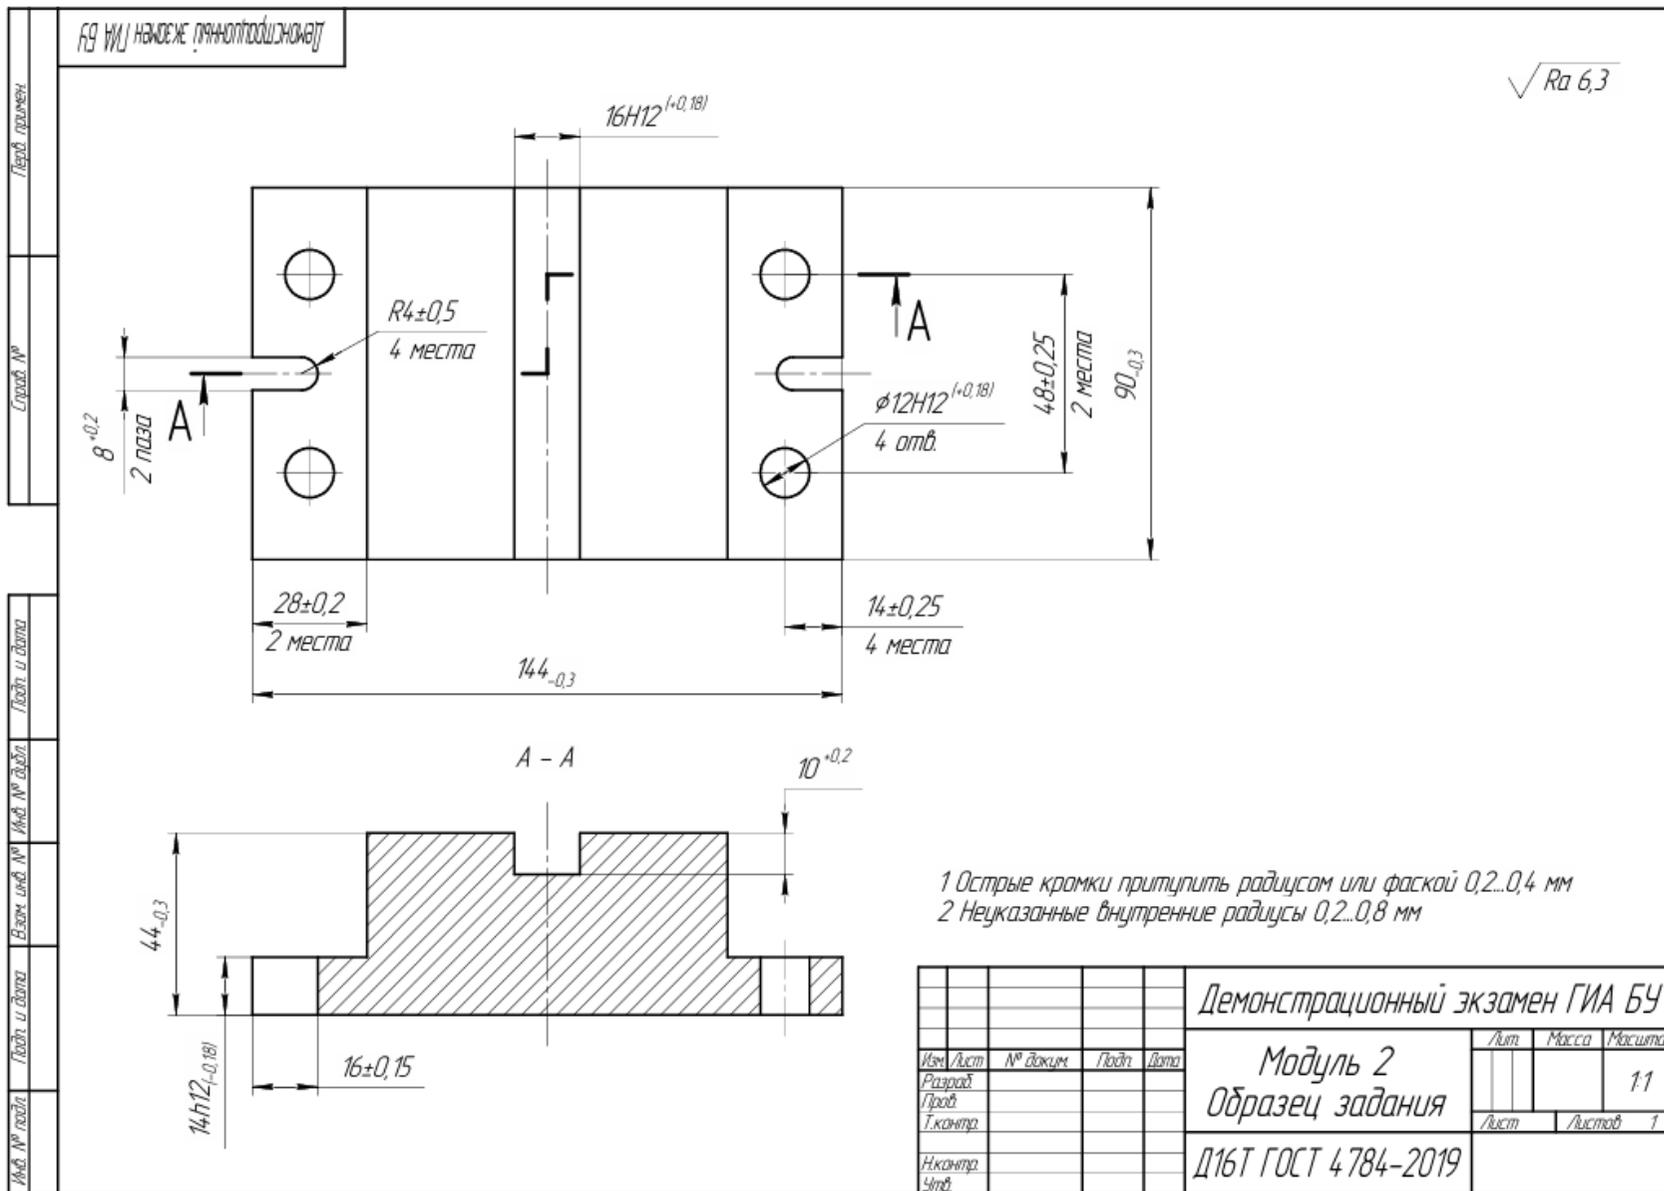

Рисунок 2- Чертеж Модуль 2
1. Получить чертеж детали (Рисунок 2).